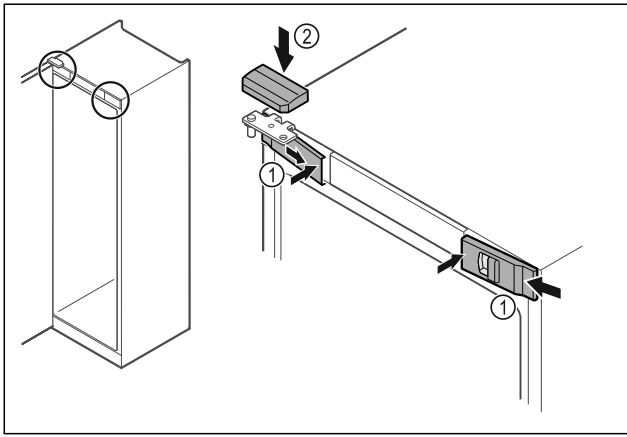

Fig. 43
- ▶ Vordere Abdeckungen Fig. 43 (1) seitlich einhaken und innen aufrasten.
- ▶ Obere Abdeckung Fig. 43 (2) von oben aufrasten.